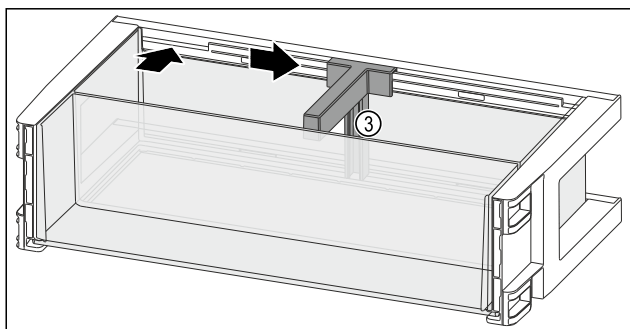

Fig. 99
- Поставете преградата за бутилки Fig. 99 (3) в прореза.
- Плъзнете преградата за бутилки Fig. 99 (3) настрани до желаната позиция.